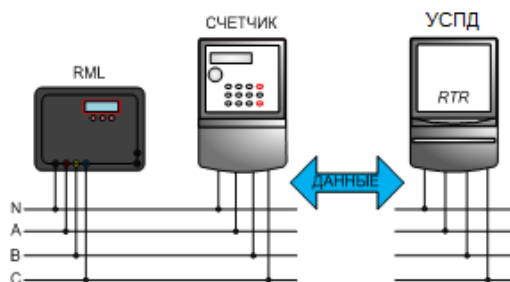
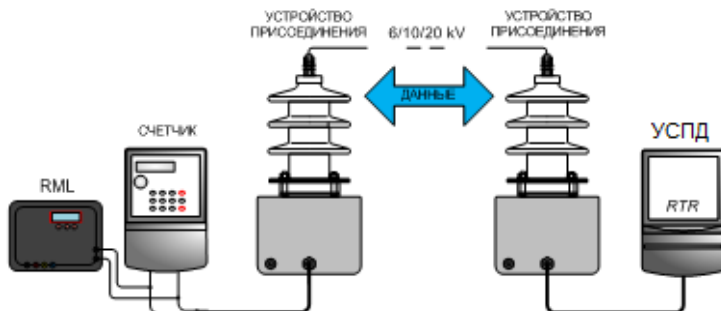

Рисунок 2. Схемы подключения. Работа в качестве LV-монитора.
Рисунок 3. Схемы подключения. Работа в качестве MV-монитора.
1. LV-модем – передача/приём данных по трёхфазной магистрали 0,4 кВ со скоростью до 2400 бит/с; рабочая полоса частот 30-90 кГц; несущие частоты по умолчанию 63,3/74 кГц; значения частот настраивается; работа по одной или трём фазам одновременно (см. рис. 2).
2. MV-модем - передача/приём данных через устройство присоединения по магистрали 6-20 кВ со скоростью 128 кбит/с; рабочая полоса частот 90-170 кГц (см. рис. 3).
- оценить уровень шумов в магистралях 0,4 кВ (рис. 2) и 6/10/20 кВ (рис. 3);